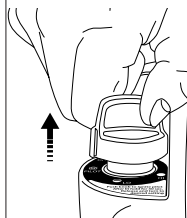

Figure 5: Bouton de contrôle libéré
- Après avoir allumé la veilleuse, maintenez le bouton enfoncé pendant 30 à 60 secondes, puis relâchez le bouton. Le bouton devrait revenir en position complètement déployée, voir la figure 5. Pour faire fonctionner le radiateur, appuyez légèrement sur le bouton et tournez doucement pour verrouiller la position «HI» pour allumer le carreau du brûleur. Laisser sur la position «HI» jusqu'à ce que le carreau du brûleur devienne orange vif.
- Après avoir allumé la veilleuse, maintenez le bouton enfoncé pendant 30 à 60 secondes, puis relâchez le bouton. Le bouton devrait revenir en position complètement déployée, voir la figure 5. Pour faire fonctionner le radiateur,